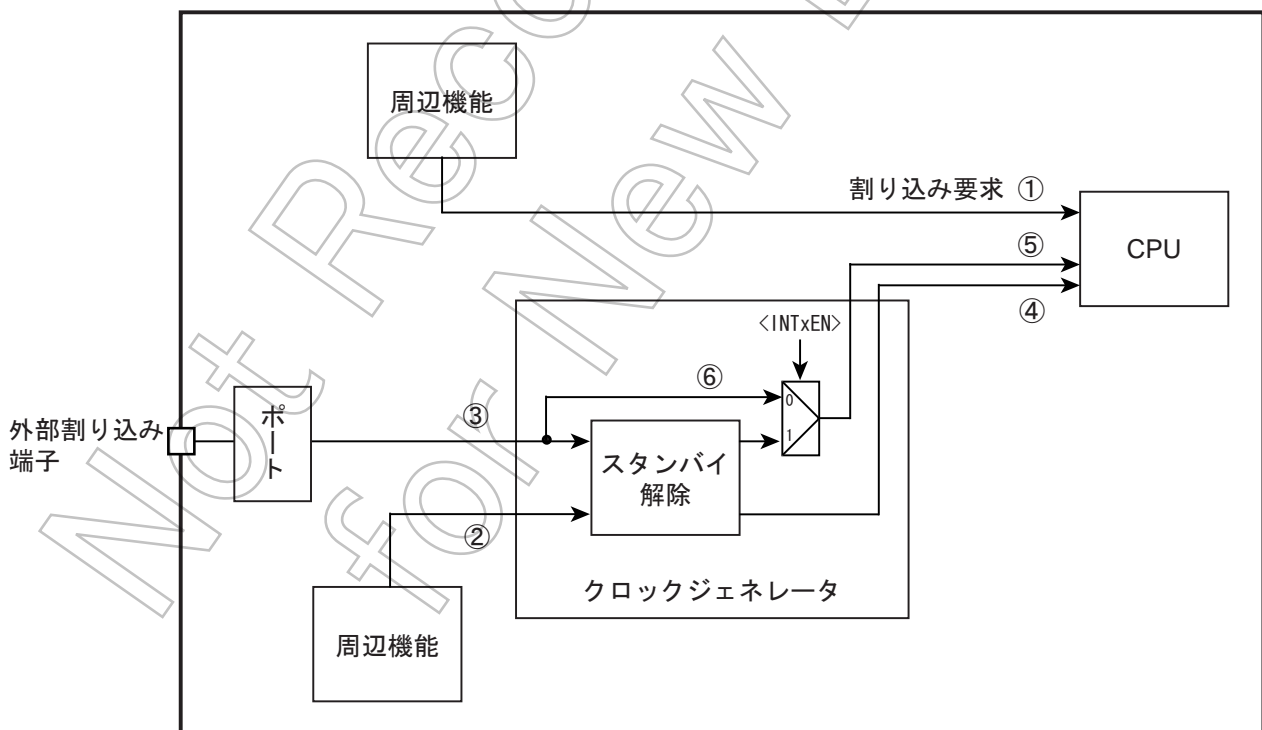

図 8-1 割り込みの経路
割り込み要求の経路を図 8-1 に示します。
外部割り込み端子からの入力信号は、入力ディセーブル(PxIE<PxmiE>="0")の場合"High"となります。また、外部割り込みをスタンバイ解除要因として使用しない場合（「図 8-1 割り込みの経路」の⑥の経路）、外部割り込み端子からの入力信号がそのまま CPU に伝わります。CPU は"High"入力を割り込みとして認識しますので、入力ディセーブルのまま CPU で該当する割り込みを有効にすると割り込みが発生します。